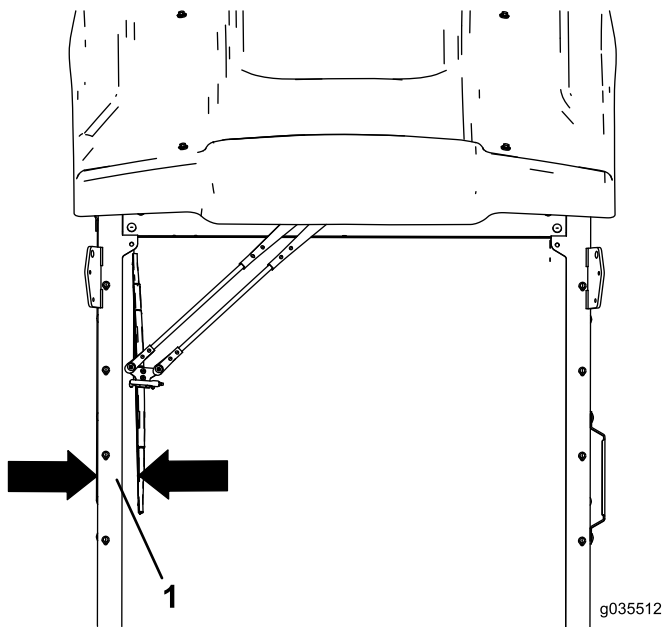

Figura 4
2. Instale el brazo del limpiaparabrisas en el motor con la escobilla a 76 mm del borde de la moldura del parabrisas (Figura 4).